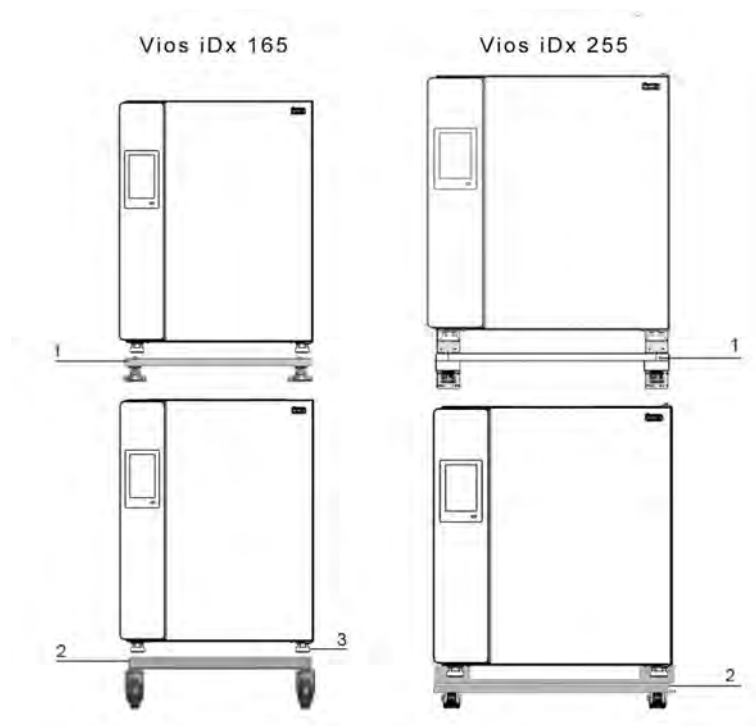
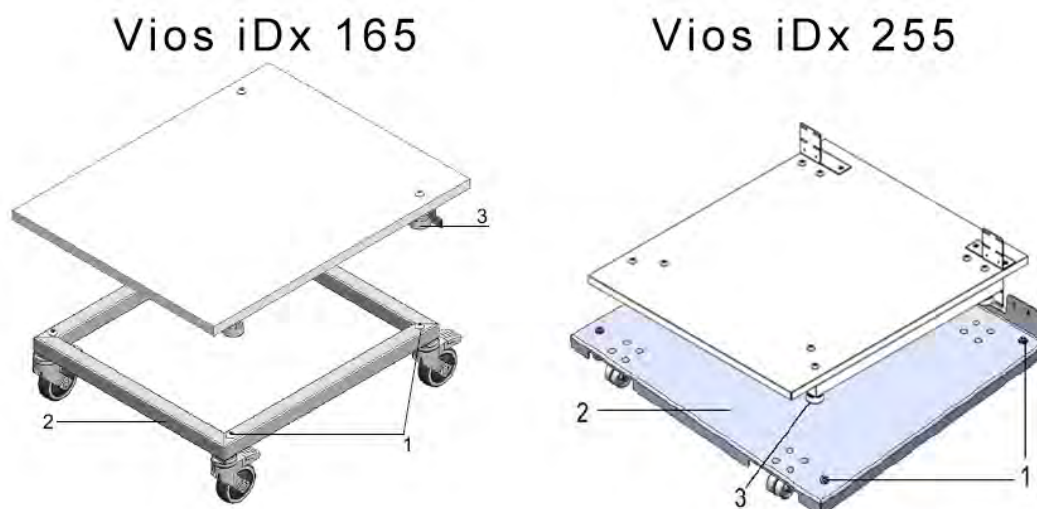
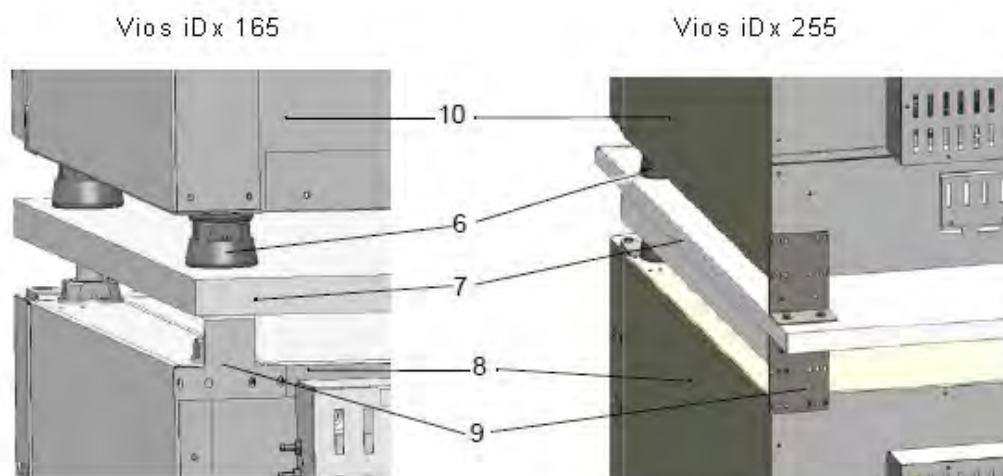

図 2-3. 装置を重ねる
図 2-4. 枠とエレメント付のベースフレームの積み重ね
図 2-5. アダプタープレートと下側の装置を固定
Vios iDx 165/255 装置は、同じタイプの装置を最大2台までスタックするのに適している。この目的のために、オプションの積重ねアダプタ（図 2-3、1）を2つの装置の間に使用します。
オプションとして、移動用のベースフレーム（図 2-3、2）も用意されている。また、キャスターのない他のベースフレーム（図 2-3、4）を使用して2台の装置を積み重ねることもできます。
1. 下側の装置を装置脚（図 2-3、3）とともに移動ベースフレーム（図 2-4、2）上のスタッキングエレメント（図 2-4、1）またはキャスターなしのサポートフレーム（図 2-3、4）の上に置きます。
2. アダプタープレート(図 2-5、7)を下側の装置の上面に置きます(図 2-5、8)。
3. 両側のアダプタープレート(図 2-5、7)の接続タブ(図 2-5、9)の穴を、装置下部の背面の穴(図 2-5、8)に合わせます。
4. アダプタープレート(図 2-5、7)を、付属の固定ネジを使用して下部装置の装置背面にねじ込みます(図 2-5、8)。
5. アダプタープレート(図 2-5、7)を2本のネジを使って装置のもう一方の角に取り付けます。
6. アダプタープレート上部の重ね置きエレメント(図 2-4、1)に、上に重ねる装置の脚(図 2-5、6)を置きます。
アダプタープレート(図 2-5、7)と上部装置(図 2-5、10)の重量によって、装置は互いに固定されます。